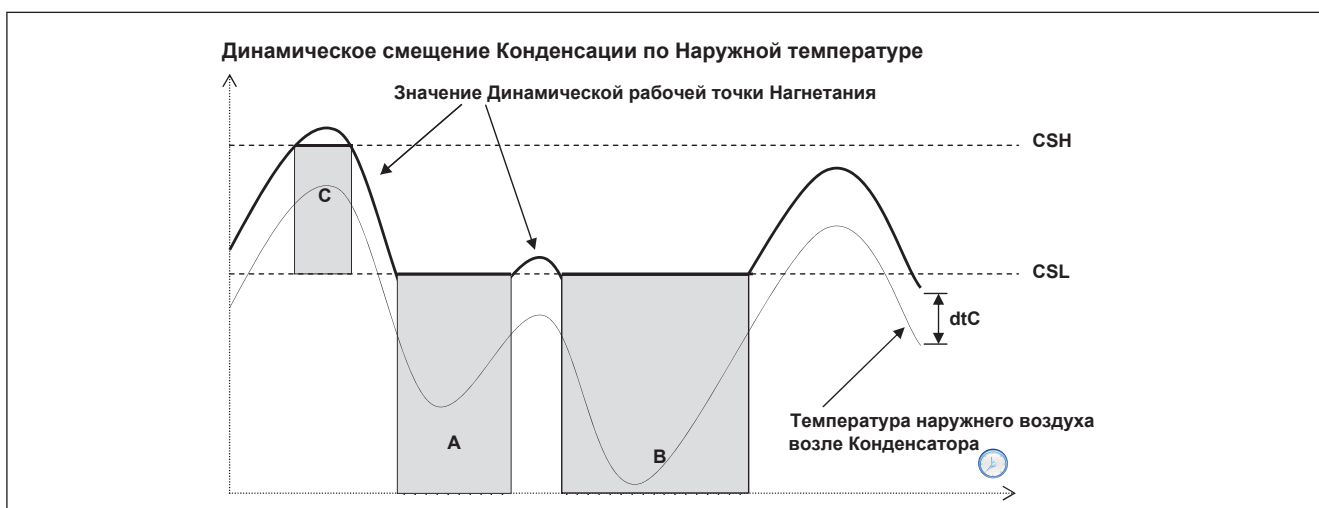

Рис. 39. Плавающая (динамическая) конденсация по температуре наружного воздуха
Контроль переохлаждения предотвращает возврат жидкости в конденсатор и переохлаждение газа. Разрешение функции устанавливается разрешением использования датчика переохлаждения параметром  $ELr=Op=1$ . Переохлаждение  $UCtemp$  (смотрите Рис. 39) рассчитывается по датчикам температуры переохлаждения, который устанавливается перед жидкостным ресивером, и давления нагнетания по формуле:
- действующее значение рабочей точки конденсации не может быть ниже значения  $CSL$  (области А и В на диаграмме плавающей конденсации по температуре наружного воздуха - смотрите Рис. 39).
- действующее значение рабочей точки конденсации не может быть выше значения  $CSH$  (область С на диаграмме плавающей конденсации по температуре наружного воздуха - смотрите Рис. 39).